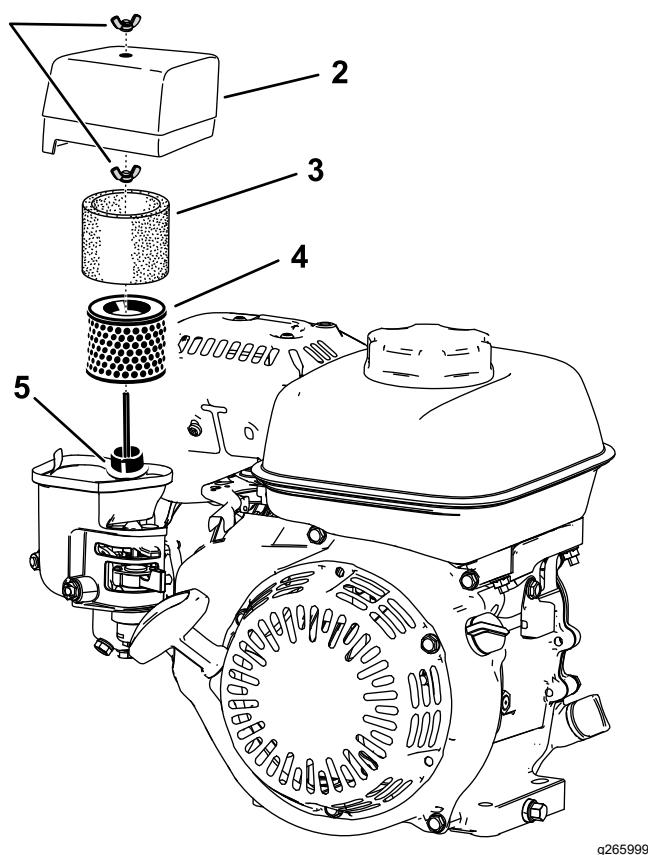

Рисунок 27
2. Отверните барабашковую гайку, которая крепит крышку воздухоочистителя (Рисунок 27).